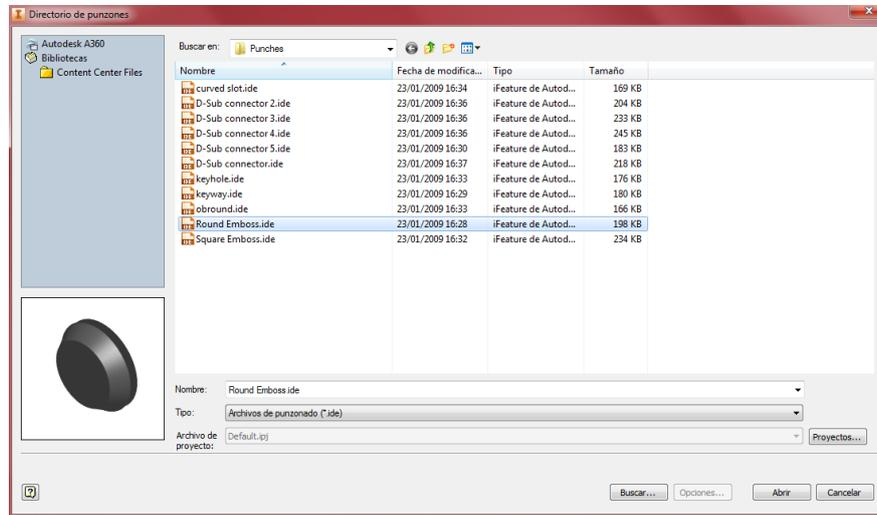

Ilustración 107. Ventana de selección del punzón. Punzones. Modificar.
4. Tras ejecutar el comando *punzones*, aparecerá una ventana, como en la *Ilustración 107*, con los punzones disponibles en la herramienta Autodesk ➤ selección del punzón deseado.